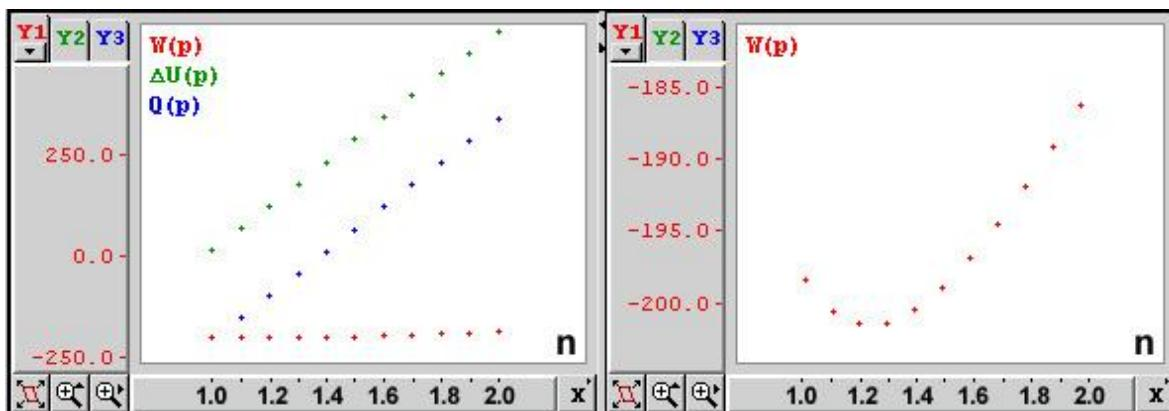

Fig. E3.3b.- Variación de W, Q y  $\Delta U$  en función del índice n.
Por último, si hacemos variar el índice  $n$  en el intervalo 1-2, obtenemos las gráficas que se reflejan en la Fig. E3.3b, para los flujos de trabajo y calor. Se ha añadido también la variación que experimenta la energía interna,  $u$ , de acuerdo con el comentario nº 4.
5. De la observación de la Fig. E3.3b se deduce que, como es lógico,  $\Delta u$  es tanto mayor cuanto mayor es la temperatura final del proceso de compresión ya que en un gas ideal  $u$  es función de  $T$  solamente. El flujo de calor,  $Q$ , cambia de signo, siendo cero para  $n \approx 1.4$  que, como ya se ha apuntado, es el caso aproximadamente adiabático. El  $W$  varía muy poco, pasando por un máximo (un mínimo ya que  $W$  es negativo para un compresor) para un  $n$  algo inferior a 1.4.